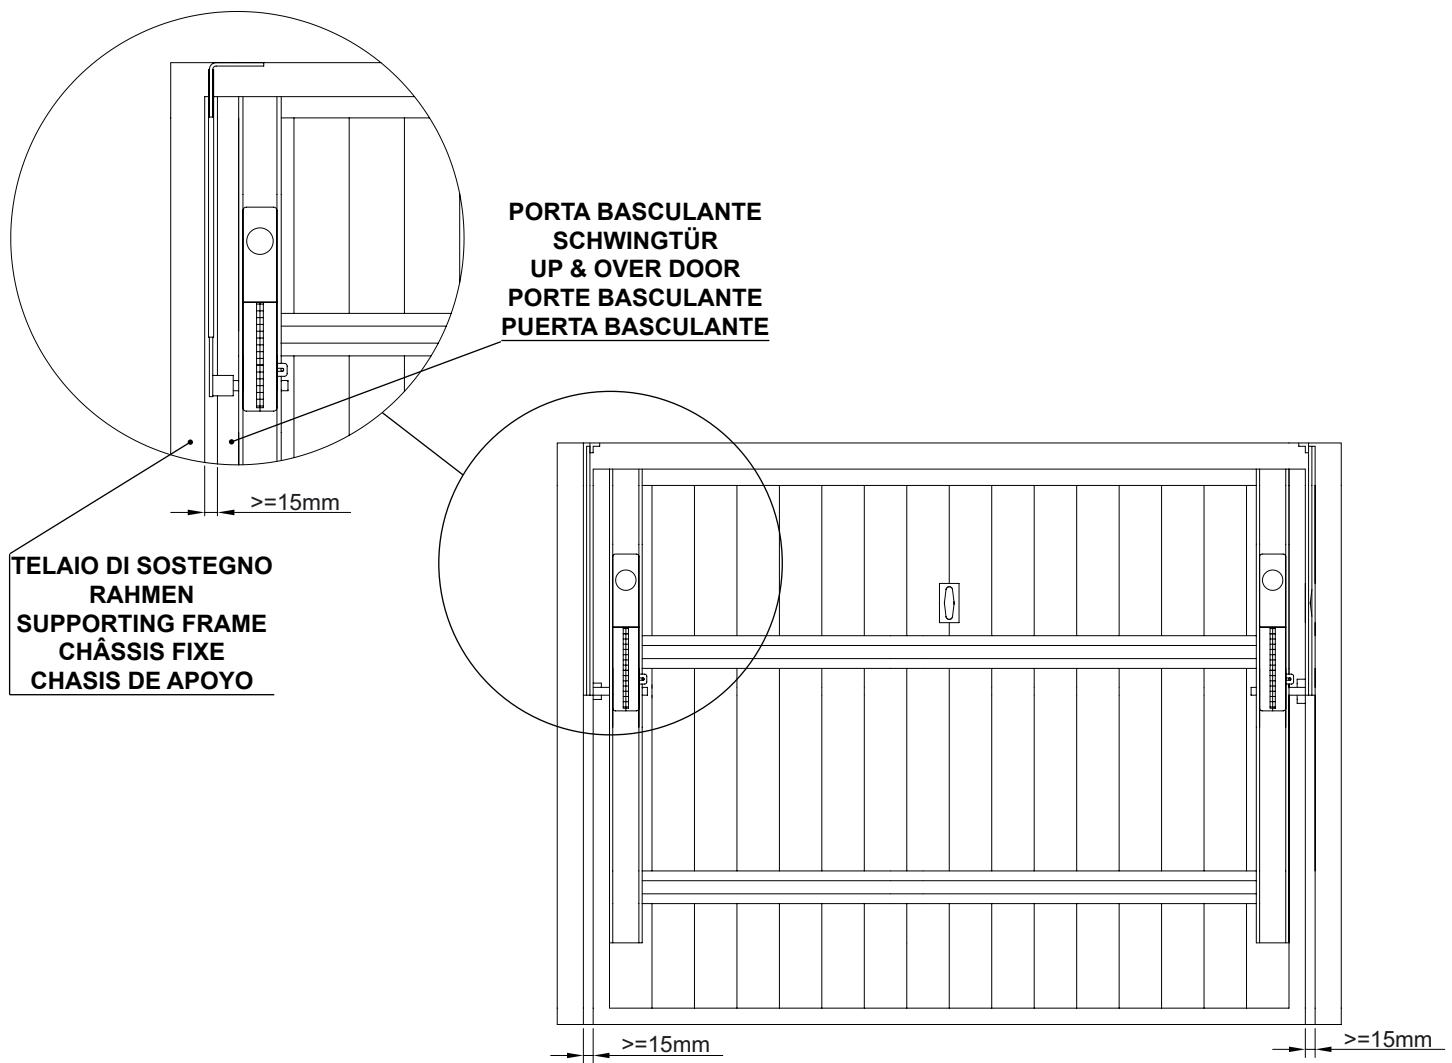

fig. 13
** Die gebogenen Arme werden benutzt, wenn der Abstand zwischen Kasten, Gegengewichten und Rand der Schwingtür kleiner als 15 mm ist (Abb. 13). Weiterhin können auch die Arme mit Ring mit 25 oder 50 mm Durchmesser gewählt werden.
** Les bras courbes sont utilisés quand la distance entre le caisson des contrepoids et le bord de la porte basculante est inférieure à 15 mm (fig. 13). On peut choisir en outre entre des bras avec anneau de 25 ou de 50 mm.
** I bracci curvi sono utilizzati quando la distanza tra cassonetto contrappesi e bordo basculante è minore di 15 mm (fig. 13). Si può inoltre scegliere tra bracci con borchia di mm 25 o di mm 50.
** The curved arms are used when the distance between the counterweight casing and the edge of the overhead door is less than 15 mm (fig. 13). It is also possible to choose arms with a 25 mm or 50 mm ring.
** Los brazos curvados se utilizan cuando la distancia entre el contenido de los contrapesos y el borde basculante es menor de 15 mm (fig. 13). Además, se puede escoger entre brazos con anillo liso de 25 mm o de 50 mm.